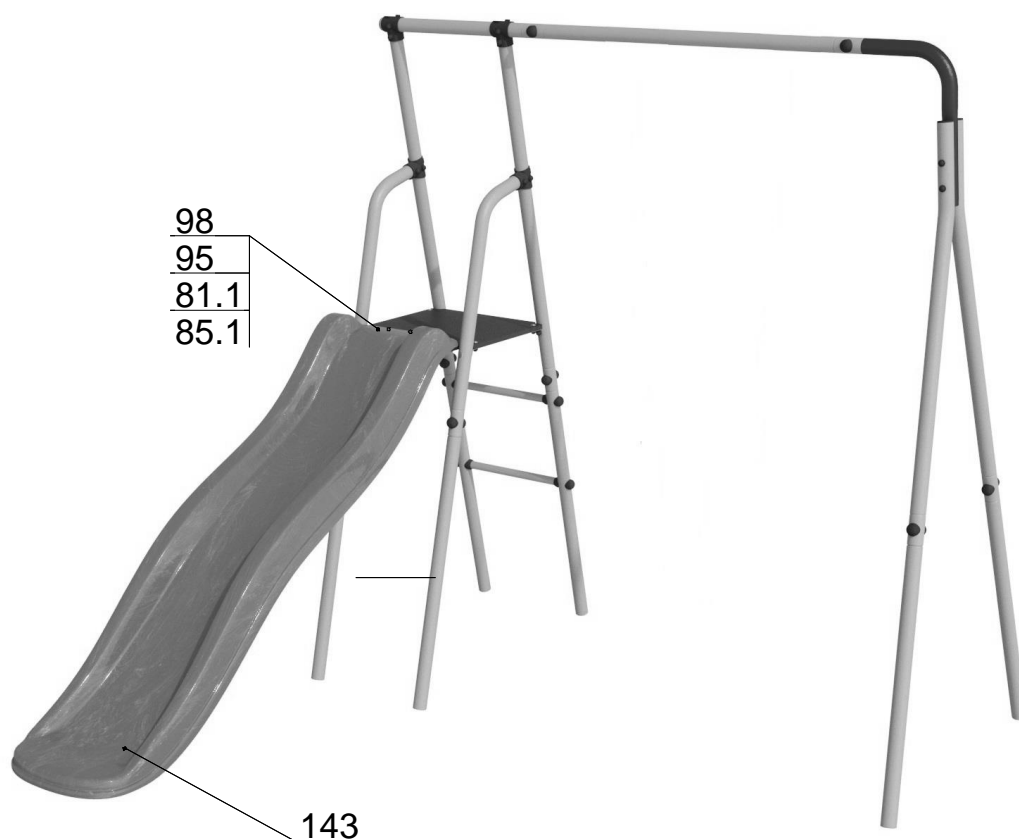

Рис.10
10.4.1 После полного застывания бетона установить горку (рис. 10).